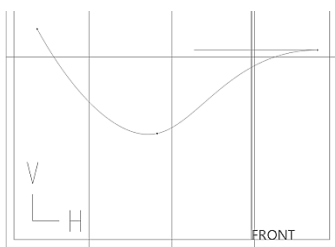
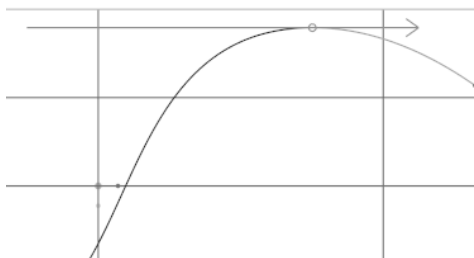

图 7-105 端点法向曲线
图 7-106 端点相切约束曲线
- ⑥ 法向：端点设置为水平约束的曲线，其切线方向与所选参照呈垂直状态，如图 7-105 所示，被编辑曲线的端点切线与 FRONT 基准面垂直。
- ⑦ 对齐：端点设置为对齐约束的曲线，两约束线呈对齐状态。
- ⑧ 对称：端点设置为对称约束的曲线，两约束线呈对称状态。
- ⑨ 相切：端点设置为相切约束的曲线，两约束曲线以相切方式相连，约束符号为单箭头直线，如图 7-106 所示。